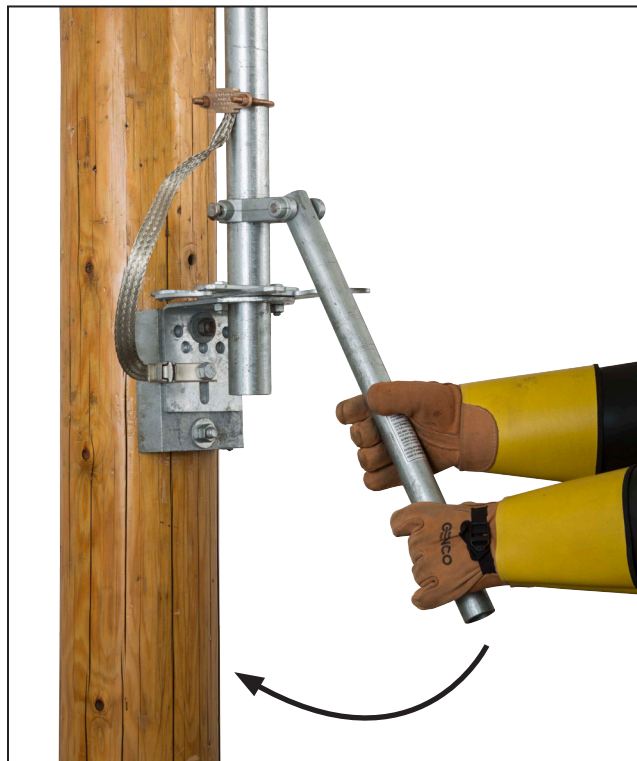

Figura 45. Movimento a alavanca de operação de forma rápida.
- (c) Movimento *rapidamente* a alavanca para a posição totalmente **Aberta** ou totalmente **Fechada**. Ver Figura 45.